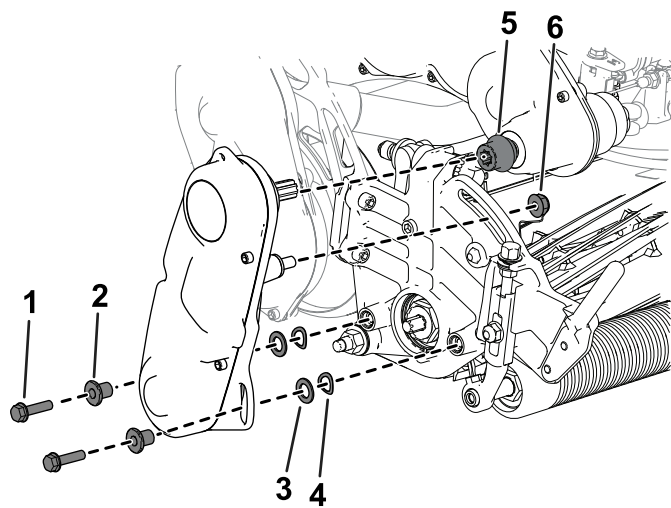

図 48
3. カッティングユニットからリール駆動アセンブリを外す 図 48 金具類は捨てないこと。